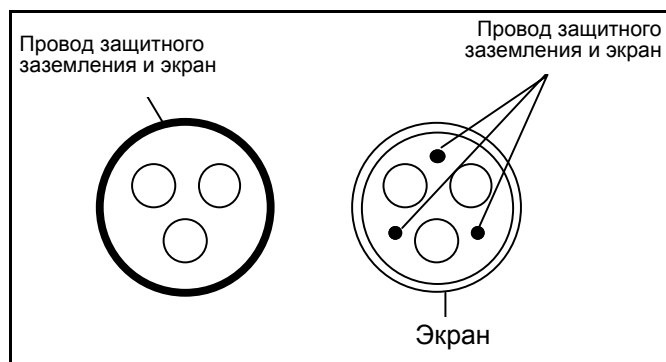

Рисунок 9.
- 2 = симметричный силовой кабель, снабженный концентричной защитной проволокой и предназначенный для определенного напряжения сети. (Рекомендуется кабель МСМК или аналогичный.) См. Рисунок 9.
- 3 = симметричный силовой кабель, снабженный плотным низкоомным экраном и предназначенный для определенного напряжения сети. [Рекомендуется кабель МССМК, ЕМСМК или аналогичный; рекомендуемое полное проходное сопротивление кабеля (в диапазоне 1 МГц...30 МГц) не более 100мОм/м.] См. Рисунок 9.
- \* Круговое (360) заземление экрана с помощью кабельных сальников **со стороны двигателя** необходимо для обеспечения ЭМС уровня C2.